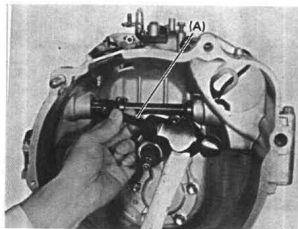

图 10-9
(3) 从轴上拆下分离杠杆。如图 10-9 所示, 利用离合器分离衬套拆卸器 (A) (专用工具) 卸下离合器分离衬套。如果用上述方法拆不下离合器分离衬套, 可以用虎台钳或类似工具将其拆下。